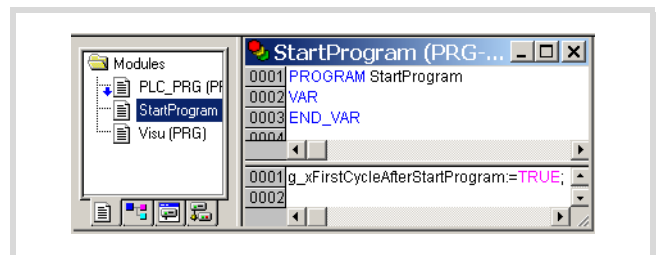

Figure 97 : Elaboration du programme de démarrage
► Ecrivez le programme "StartProgram" comme indiqué dans la → figure 97.